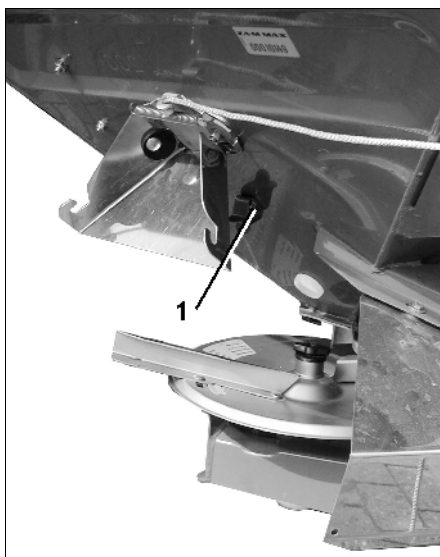
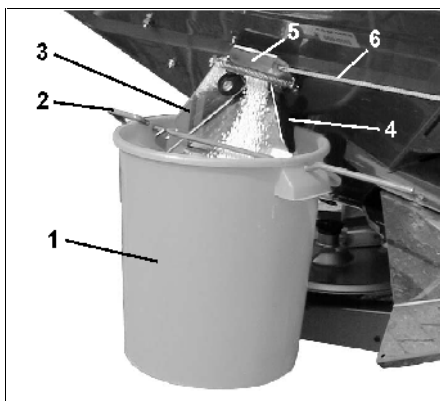

Рис. 34
Рис. 35
- Подвесьте улавливающую емкость (Рис. 35/1) при помощи скобы (Рис. 35/2) на наклонном лотке (Рис. 35/3). Вставьте улавливающую емкость в зажимное приспособление (Рис. 35/4 и Рис. 34/1).
- Боковую шиберную заслонку (Рис. 35/5) наклонного лотка откройте полностью прикл. на 5 сек. при помощи троса (Рис. 35/6) (чтобы обеспечить равномерный поток удобрений). Затем уловленные удобрения необходимо высыпать обратно в распределитель.